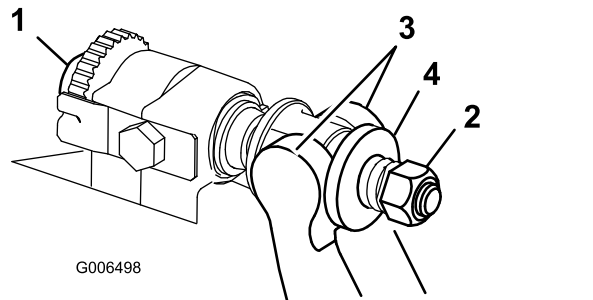

Figura 28
1. Gire los tornillos de ajuste de la barra de asiento en sentido antihorario para alejar la contracuchilla del molinete (Figura 28).
2. Afloje la tuerca de tensado del muelle hasta que el muelle deje de presionar la arandela contra la barra de asiento (Figura 28).